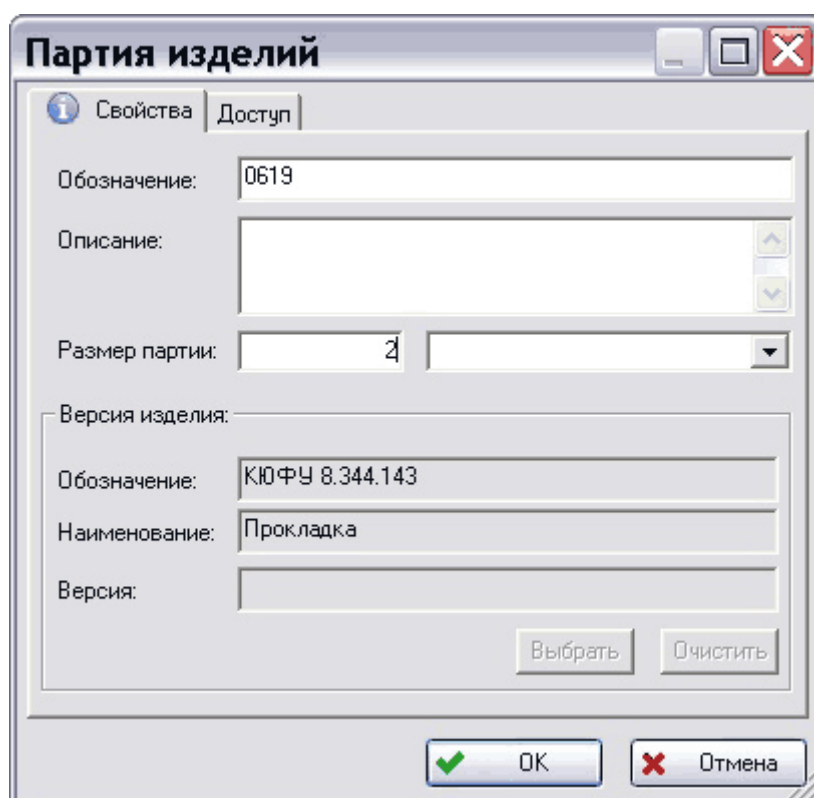

Рис. 222
3. В появившемся окне **Партия изделий** введите необходимые параметры (Рис. 222).